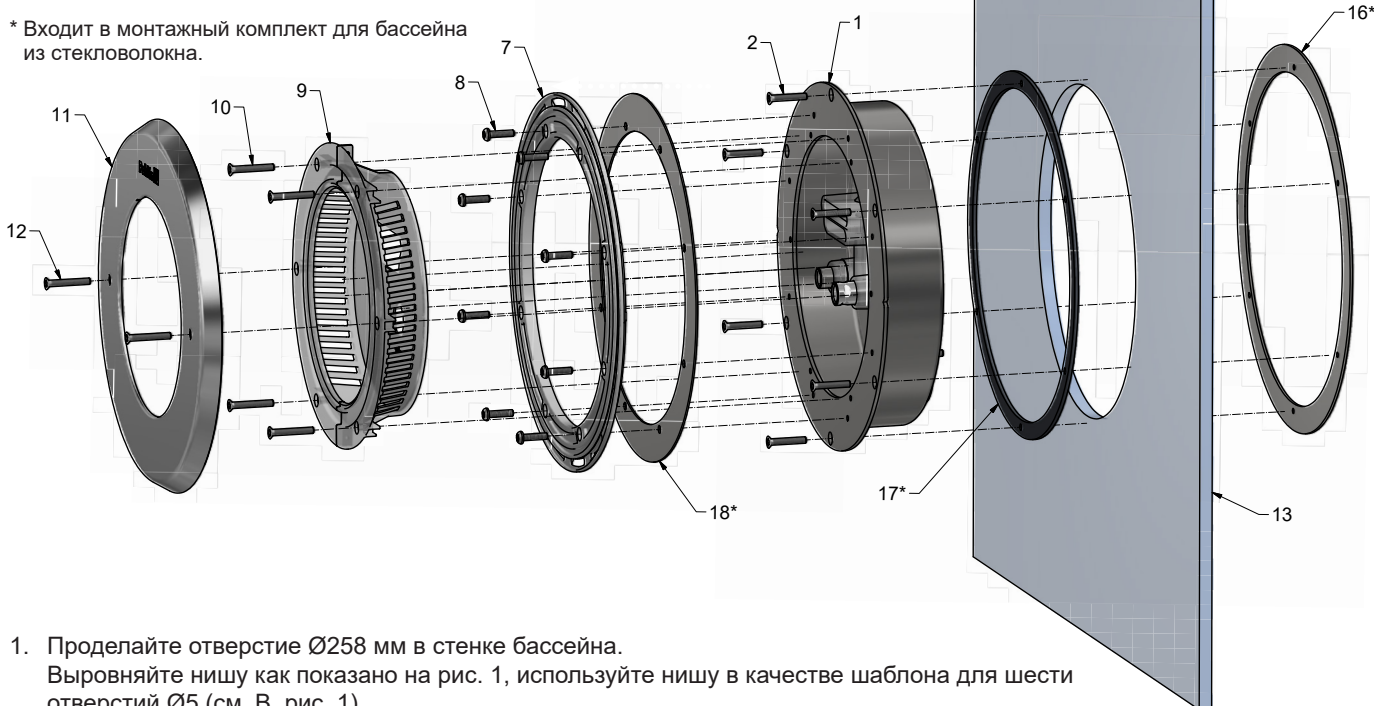

Рисунок 1
1. Прodelайте отверстие Ø258 мм в стенке бассейна. Выровняйте нишу как показано на рис. 1, используйте нишу в качестве шаблона для шести отверстий Ø5 (см. В, рис. 1).